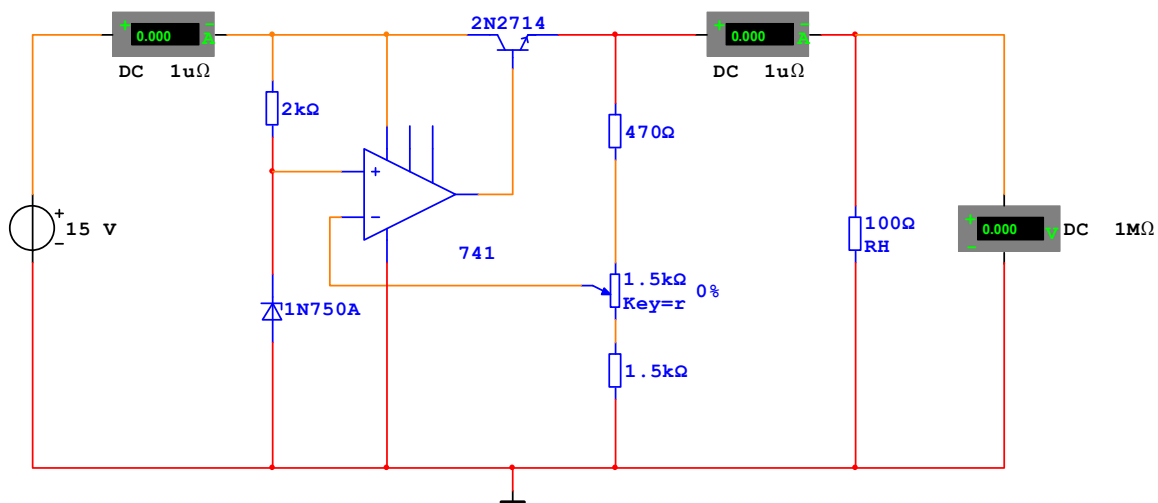

Рис.15.4
15.2.9. Для исследования компенсационного стабилизатора напряжения на операционном усилителе соберите схему, приведенную на рис.15.4.